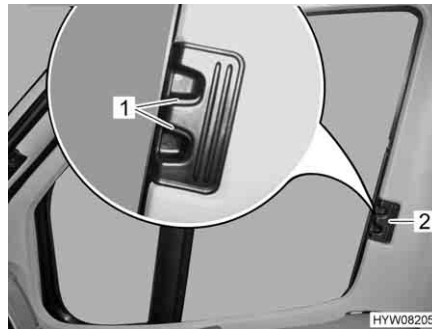

Bild 86 Plisségardin för förar-/passagerarfönster
- Tryck in låshandtagen (Bild 86,1) och håll dem intryckta.
- Ta tag i handtaget (Bild 86,2) och dra plisségardinerna för förar-/och passagerarfönstret till den andra fönstersidan och fäst med magnetremarna.
- Ta tag i handtaget (Bild 86,2) till plisségardinerna för förarfönstret och passagerarfönstret och skjut in dem så långt det går.
- Släpp låshandtagen (Bild 86,1) och låt dem haka fast.